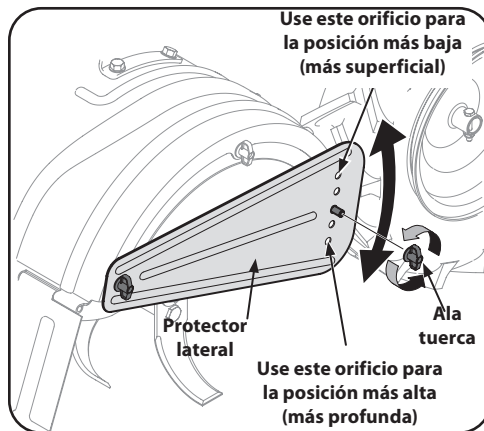

Figura 3-5
2. Al romper el césped y para el cultivo poco profundo, utilice la configuración que le da una "profundidad de la labranza (segundo agujero desde la parte superior). Coloque los protectores laterales en su posición más baja. Véa la Figura 3-5.
7. Para ajustar la protección lateral, retire las tuercas de mariposa. Mueva el protector lateral a la posición deseada y vuelva a colocar las tuercas de mariposa. Apriete con seguridad. Véa la Figura 3-5.